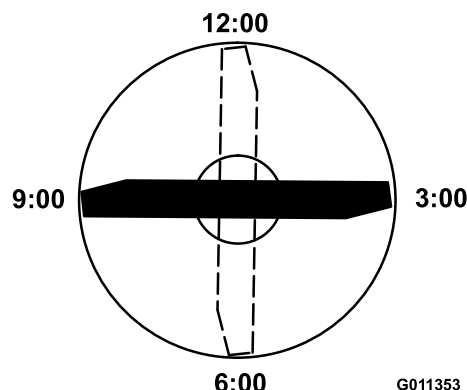

Bild 88
4. Positionieren Sie die Schnittkante der markierten Messerseite in die 12-Uhr-Stellung (geradeaus in Mährichtung) (Bild 88) und messen die Höhe vom Tisch bis zur Schnittkante.
5. Drehen Sie die markierte Seite des Messers auf die 3- und die 9-Uhr-Stellung (Bild 88) und messen die Höhe.